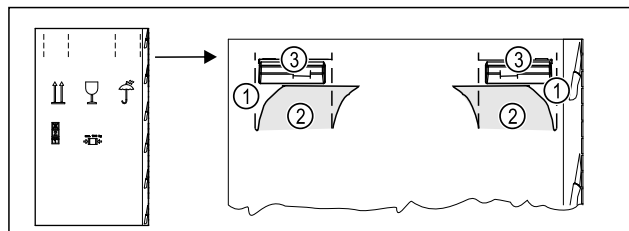

Fig. 3
- Verpackungskarton oben an der Perforierung Fig. 3 (1) eindrücken.
- Eingedrückte Laschen Fig. 3 (2) herausziehen.
- Tragegriff Fig. 3 (3) rechts und links ist sichtbar.
- Gerät an den Tragegriffen Fig. 3 (3) halten.
- Eingedrückte Laschen (2) herausziehen.